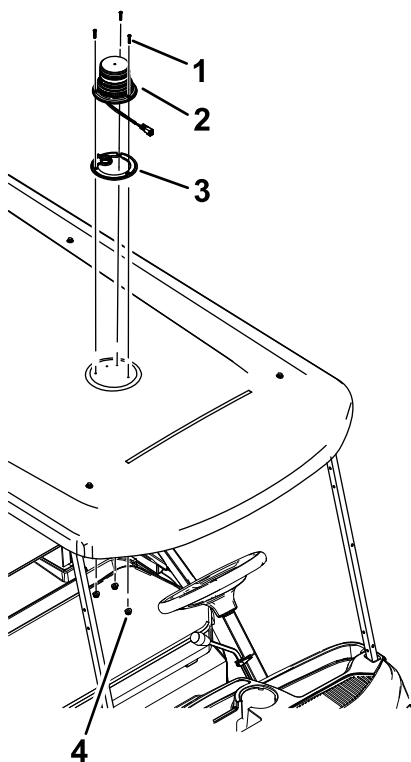

図 2
3. キャノピの上側にガasketをセットする図 2。
4. ビーコン用のケーブルを 22 mm の穴に通し、ビーコンライトをキャノピに取り付けるねじ#10 x 1"3本とロックナット#103 個を使用して図 2のように取り付ける。